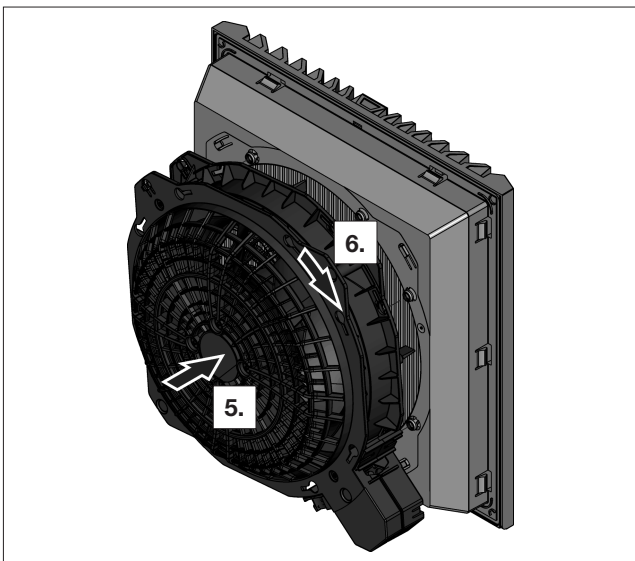

Abb. 12: Verriegelung Bajonett-Verschluss
- Setzen Sie das Lüftergehäuse wieder auf den Filterkasten auf (siehe Abb. 12).